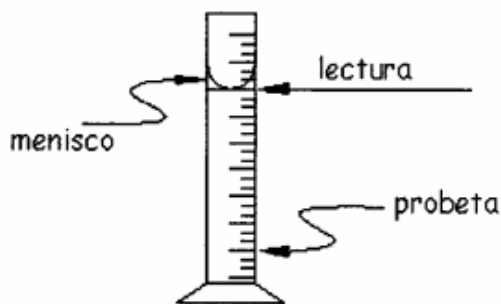

Figura 2
- 1.1 Mide con la probeta 5 ml de agua. Para medir correctamente el volumen de un líquido, la lectura se hace en la parte inferior del menisco (Figura 2).